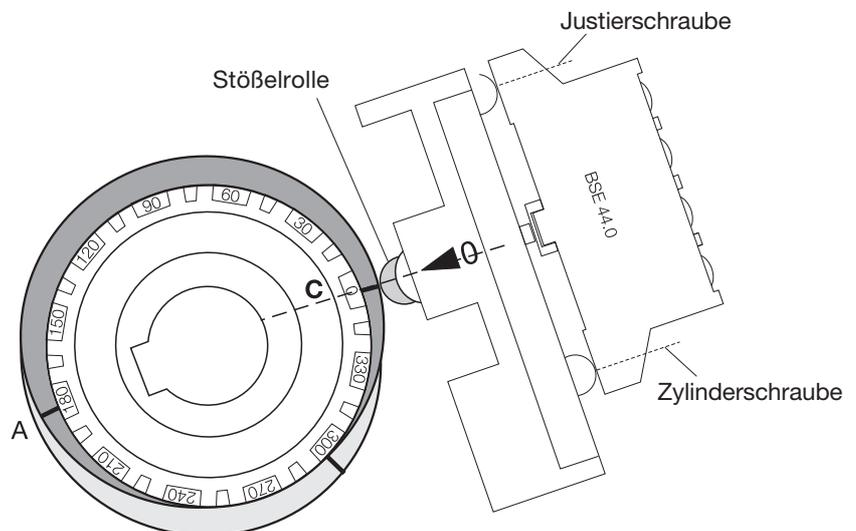

Bild 14: Schaltelement austauschen und justieren am Beispiel BSE 44, Einschalt- punkt bei Kerbe C
1. Das neue Schaltelement mit der Zylinderschraube festschrauben (Bild 14).